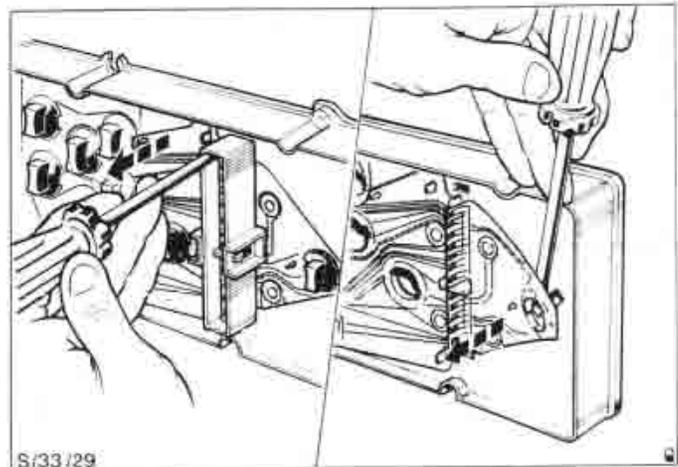

Fig. 17. Desmontaje e instalación del circuito impreso.
1. Desenganche el retén del terminal del circuito impreso, fig. 17. Sacar todos los bombillos, girando contra reloj.